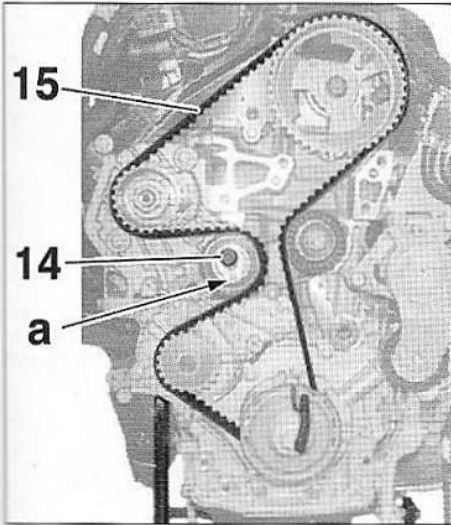

FIG.6
- Desserrer la vis (14) tout en maintenant le galet tendeur à l'aide d'une clé six pans en (a) (Fig.6).
- Détendre la courroie (15) en pivotant le galet tendeur dans le sens horaire.
- Déposer la courroie (15) en commençant par le pignon de pompe à eau.